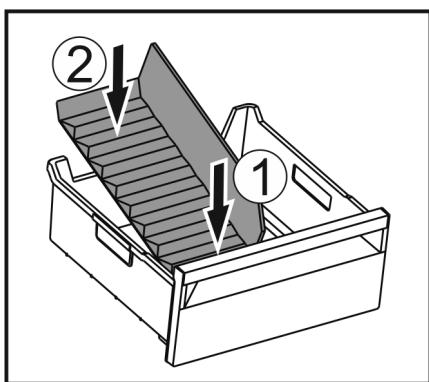

Fig. 100
- Vložte přední část přepážky příhrádky na led. Fig. 100 (1)
- Zadní část přepážky příhrádky na led spusťte až na dno zásuvky. Fig. 100 (2)